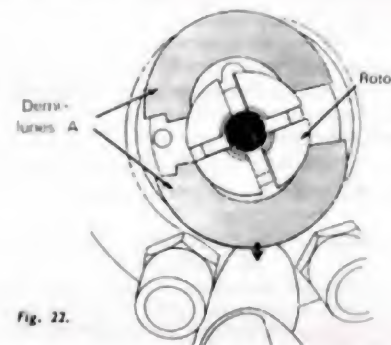

Fig. 22.
- A l'aide de deux chasse-goupilles, faire lever et retirer la collerette de positionnement de l'excentrique hors des demi-lunes (A); enlever les coupelles demi-lunes (fig. 22).